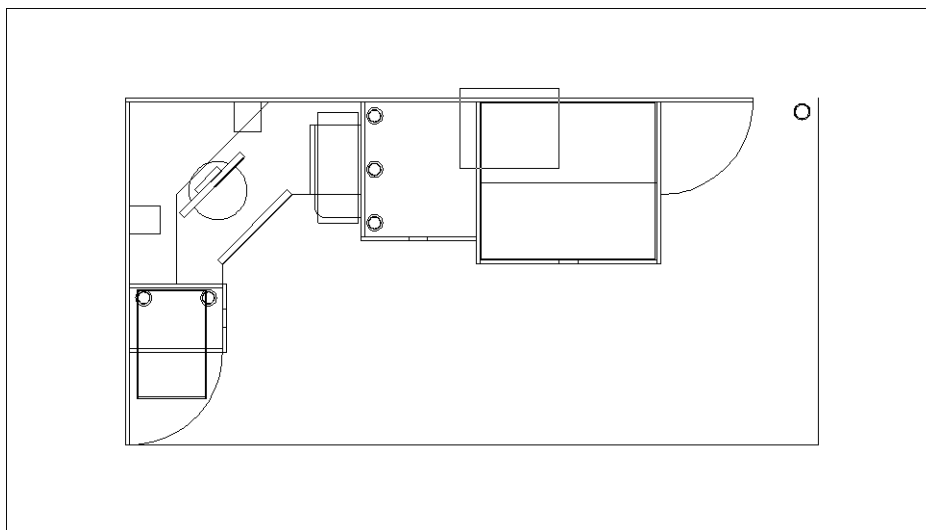

Рис. 5.51. Изменение масштаба фрагмента чертежа с помощью инструмента Zoom Window (Показать рамкой)
1. Охватите рамкой масштабирования фрагмент чертежа, показанный на рис. 5.51. (Если хотите, можете воспользоваться инструментами Pan Realtime (Панорамирование в реальном времени) и Zoom Realtime (Показывать в реальном времени).)